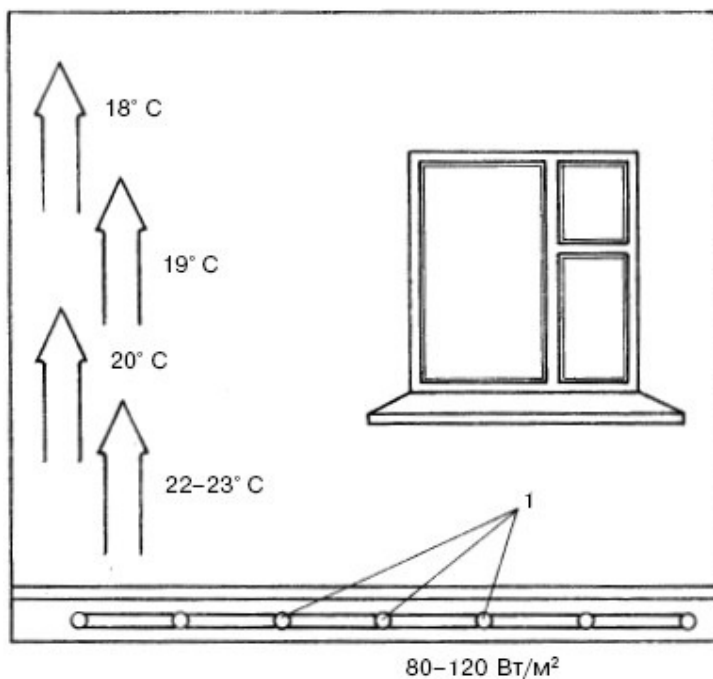

Рис. 66. Распределение температуры при кабельном отоплении: 1 – кабель «теплого» пола
2. При такого рода системе обогрева не возникает конвекционных потоков, а значит, пыль не разносится по комнате. Помимо этого, нагретый воздух равномерно поднимается снизу вверх по всему периметру помещения. Самая высокая температура оказывается не под потолком, а у пола. С увеличением высоты температура воздуха падает, т. е. у пола она составляет 22—24° С, на уровне человеческого роста – 19—20° С и под потолком – 18° С (рис. 66).